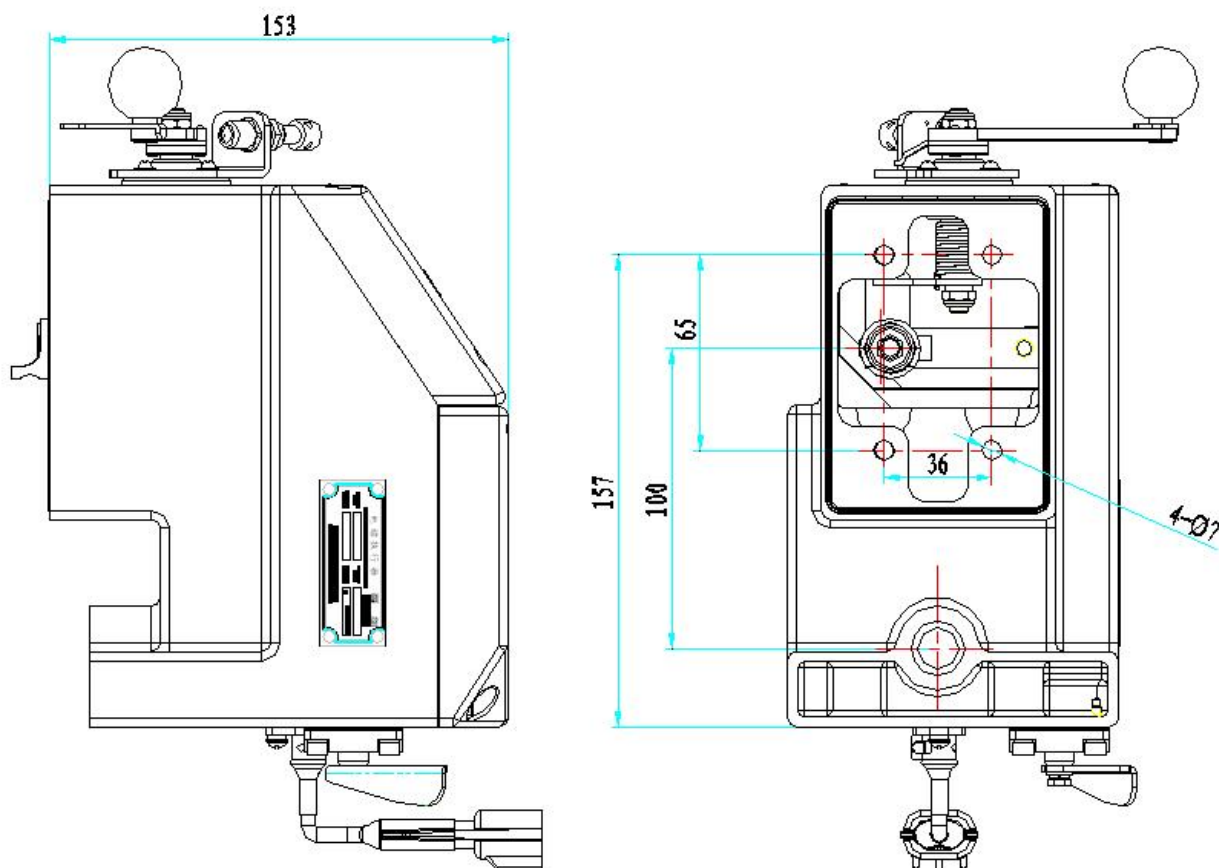

图 2.3 A900C-W 电磁执行器外形及安装尺寸图
2.2.1 A900C-W 电磁执行器 (如图 2.3 所示)